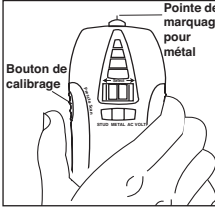

Fig. 6
- Appuyer sur le bouton d'étalonnage/activation qui se trouve sur le côté pour commencer le test. Continuer à appuyer sur le bouton et le tenir enfoncé tout en glissant l'appareil sur la surface. **(Fig. 6)**